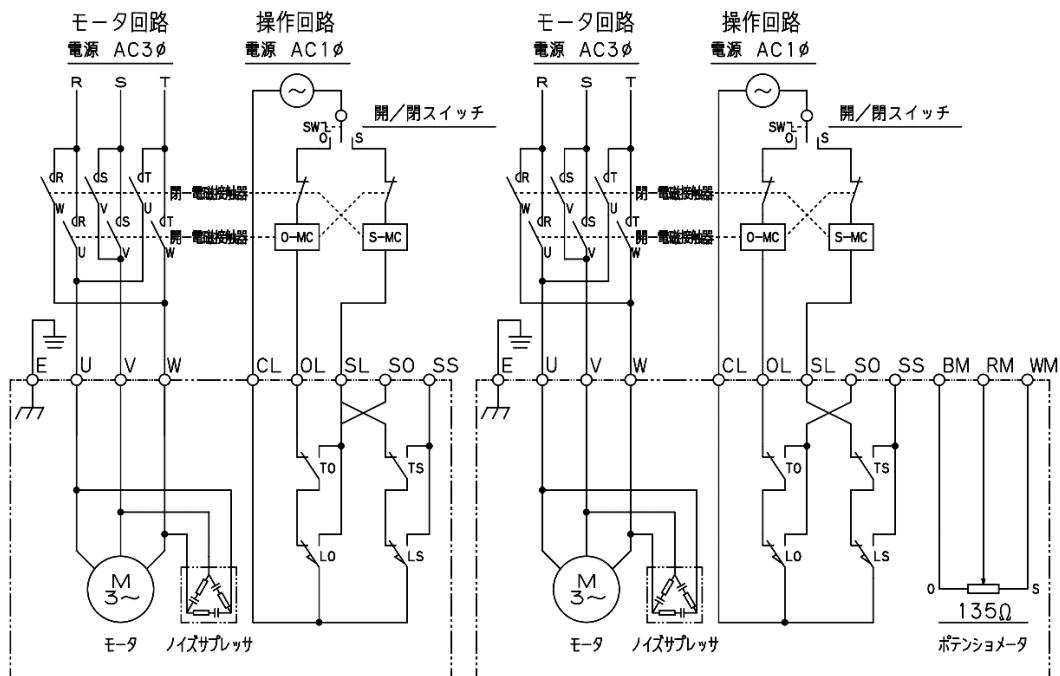

図6. B形標準内部接続図 及び C形標準内部接続図
- (1) 端子箱カバーを取り外します。端子箱と端子箱カバーの間にはパッキンが入っていますので、紛失したり傷を付けないように注意してください。
- (2) ケーブルをケーブルグランドに通しケーブル先端に圧着端子を取付けます。圧着端子のかしめは適正工具で確実に行ってください。
- (3) 図6に標準接続図を示します。その他特殊仕様の場合、本図通りでは無いことがありますので、接続図や仕様書で確認してください。
- (4) 端子台への接続は、プラスドライバーの2番を使用し確実に行ってください。
- (5) 配線終了後、パッキンの挟み込みに注意して端子箱カバーを取付けてください。